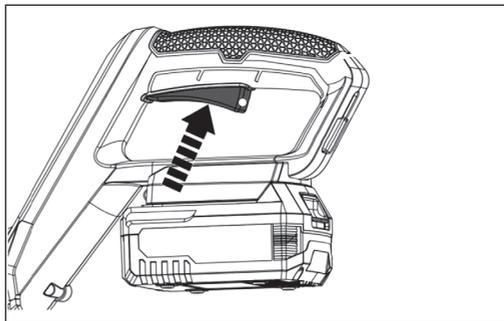

Рис. 7
1. Нажмите переключатель включения/выключения (рис. 7).